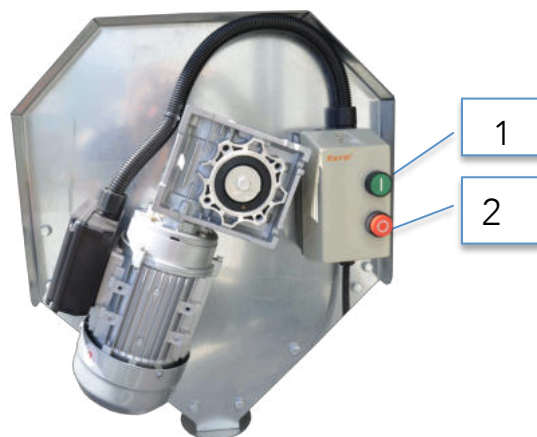

Abb.6
- Schalten Sie den Trommelsiebreiniger mit der Grünen Taste (Abb.6/1) ein.
- Siebmaschine mit der Roten Taste ausschalten (Abb.6/2)